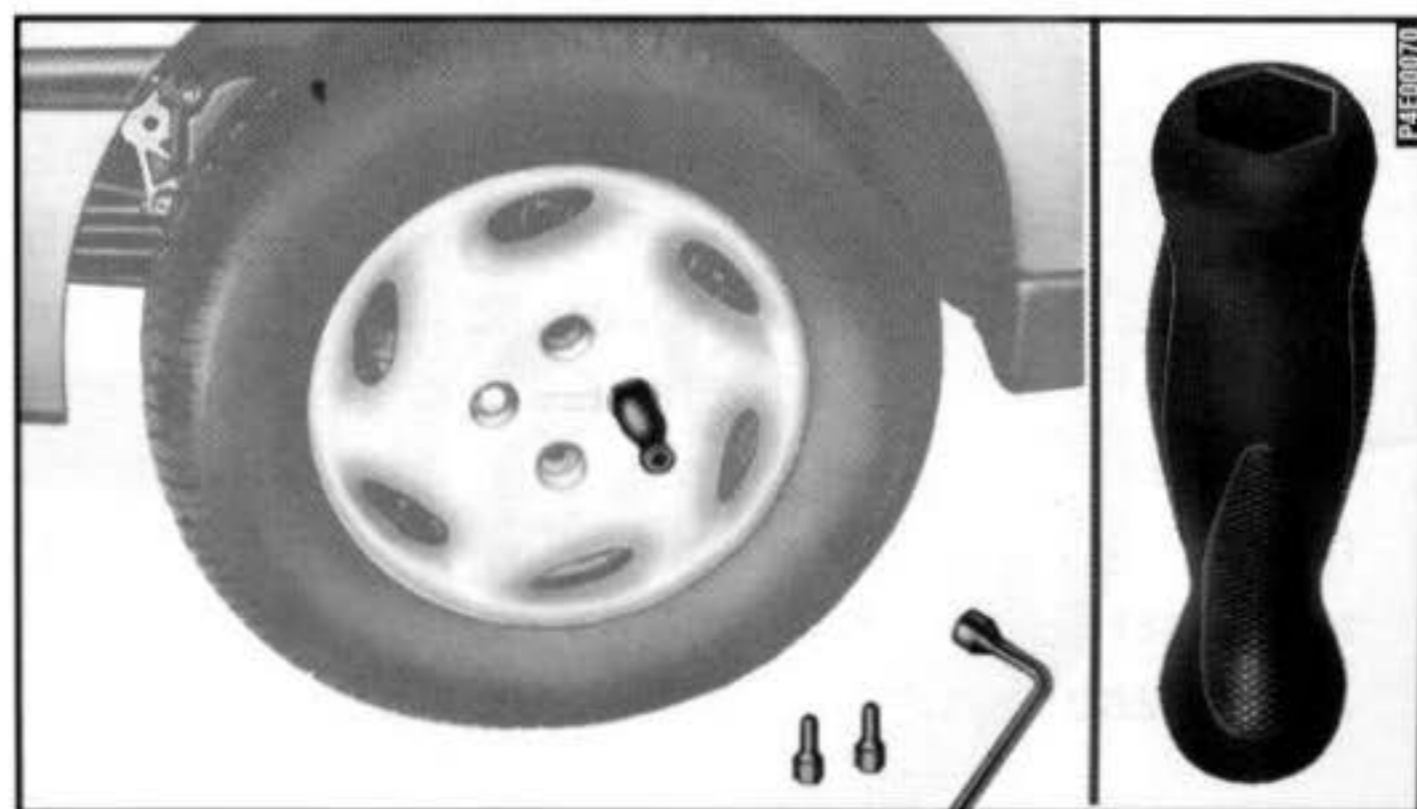

fig. 8
10) Atarraxar os outros três parafusos utilizando o cabo da chave específica **fig. 8**.